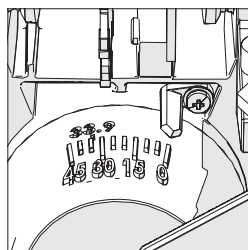

Fig. 8
- Certifique-se de que a cabeça da serra está reta, contra o batente e de que o indicador do ângulo biselado indica 0° na escala (**Fig. 8**).